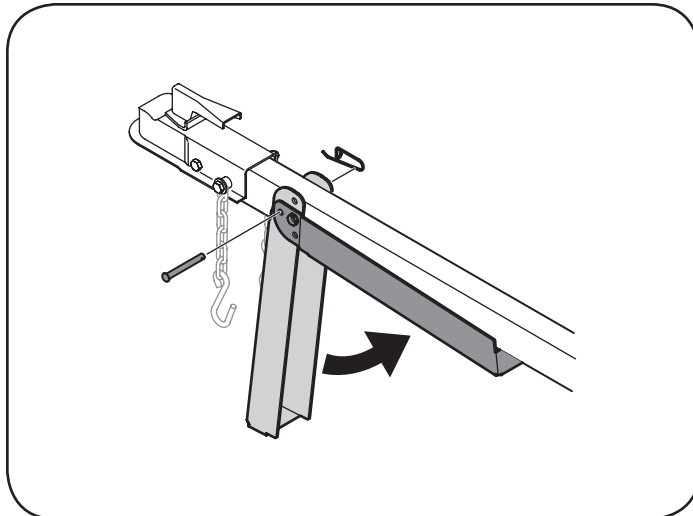

Figura 4-5
3. Apoyar la lengüeta y pivotear el soporte del gato contra la lengüeta. Ver la Figura 4-5.